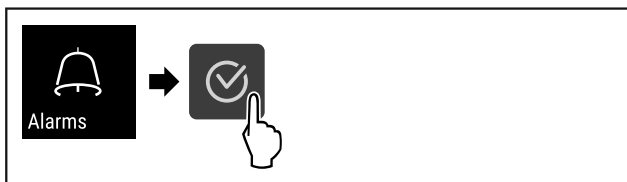

Fig. 96
- ▶ Suivre les étapes (voir Fig. 96).